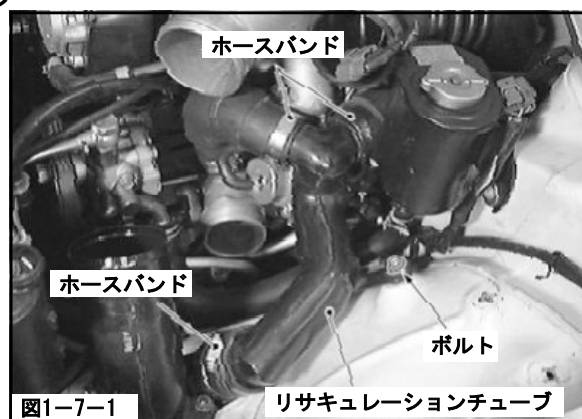

図1-7-1
- (1) ボルト(1本)、ホースバンド(3個)をゆるめ、リサキュレーションチューブを取外してください。(図1-7-1)